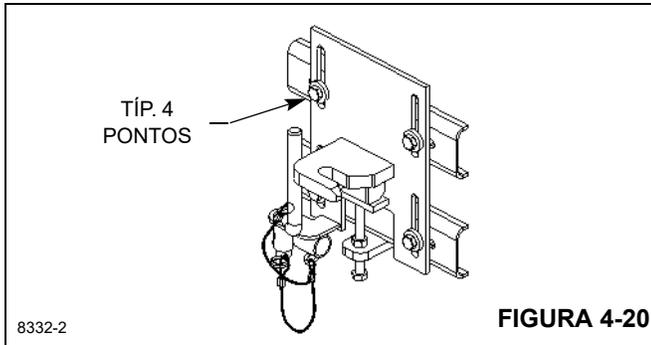

FIGURA 4-20
2. Sem apertar, parafuse o conjunto do gancho na lateral da primeira seção da lança, Figura 4-20.